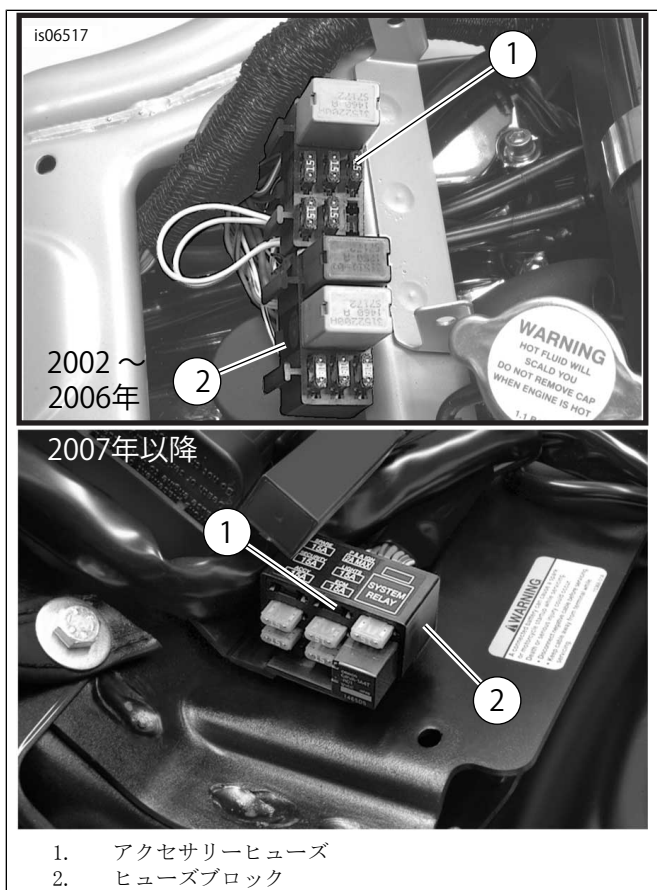

図15. アクセサリヒューズの位置 (V-Rodモデル)
- 「図15」を参照してください。アクセス可能ポイントにあるヒューズブロック(2)近くのメインハーネス覆いのエリアを慎重に切り開き、以下の印のあるヒューズキャビティ(1)に至るオレンジ/白のメインハーネスワイヤーを切ります。